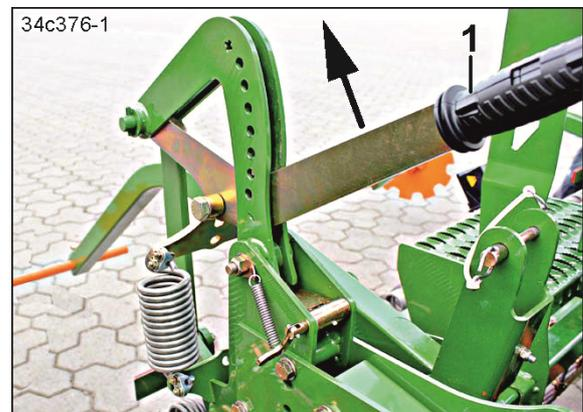

Fig. 197
4. Den Hebel (Fig. 197/1) in Pfeilrichtung ziehen.